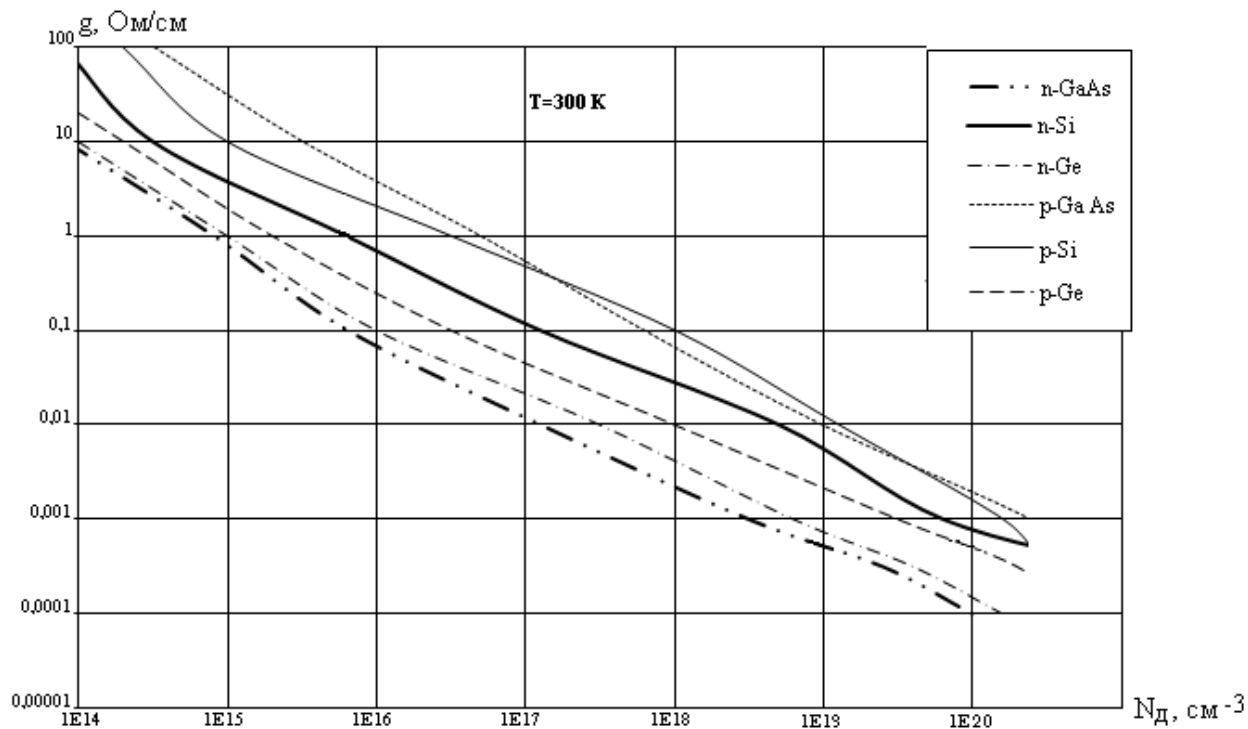

Рисунок 2.1 – Графики для определения удельного сопротивления полупроводника
ρ – удельное сопротивление полупроводника, зависит от концентрации донорской примеси и определяется по графикам (рисунок 2.1)
1. Сопротивление канала $R_{\text{си}}$ рассчитать по формуле 2.8, предварительно определив удельное сопротивление канала ρ по графику (рисунок 2.1)